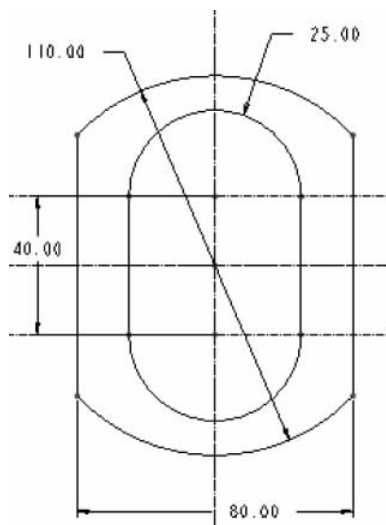
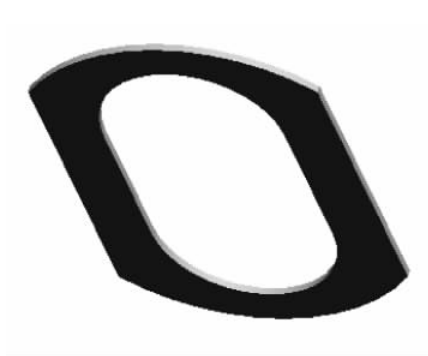

图 3.8 截面草图
图 3.9 拉伸实体
(3) 单击“拉伸工具”按钮 , 选择草绘平面为 FRONT, 草绘方向参照为 RIGHT, 右, 绘制截面草图如图 3.8 所示, 单击按钮 , 在操作面板中选择拉伸方式为“盲孔” , 设置拉伸深度值为 0.50mm, 单击按钮  完成实体拉伸, 如图 3.9 所示。